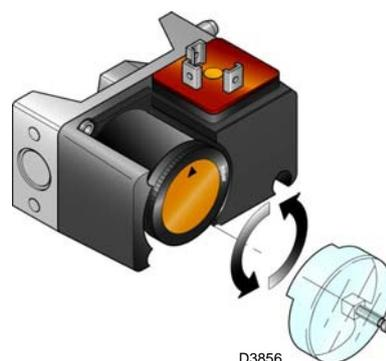

Fig. 36
- Regular el presostato gas de máxima (Fig. 36) en el fin de la escala.
Realice la regulación del presostato gas de máxima después de haber efectuado todas las otras regulaciones del quemador, con el presostato gas de máxima regulado al final de la escala (Fig. 36).